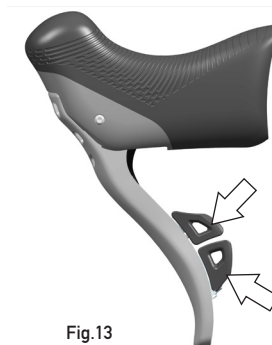

Fig.13
- Presionando la maneta inferior, el desviador baja (Fig.13).
- Presionando la maneta superior, el desviador sube (Fig.13).